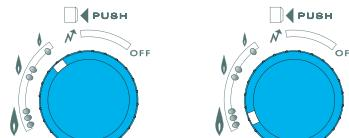

рис. 11
- Данный водонагреватель с автоматической регулировкой мощности оборудован системой, позволяющей пользователю установить ограничение максимальной мощности. Для этого установите регулятор (23) в положение между отметками “(0)” и “(1)” (рис. 11).